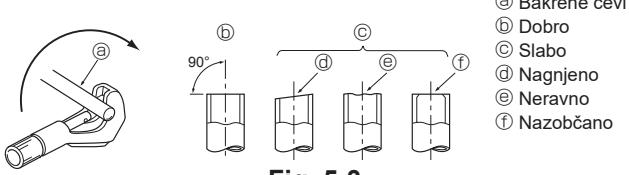

Fig. 5-3
5.2.1. Rezanje cevi (Fig. 5-3)